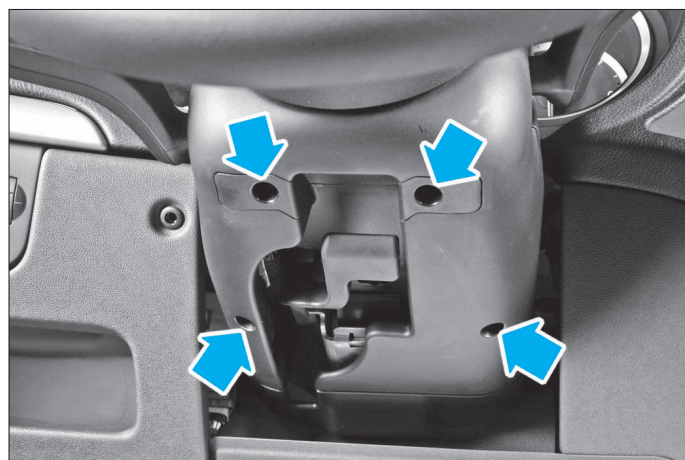

FIG. 2
- Déposer les 4 vis de la demi-coquille inférieure de colonne de direction et la déposer (Fig.2).
- Déposer les 4 vis de fixation de la demi-coquille inférieure de colonne de direction et la déposer (Fig.2).